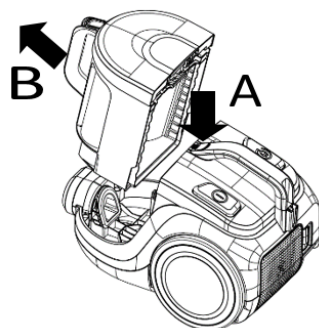

Fig. 7
1. Halten Sie, wie in **Abb. 7 dargestellt**, den Staubbehälter und den Griff fest und drücken Sie die Entriegelungstaste (**A**).
2. Nehmen Sie, wie in **Abb. 7 dargestellt**, den Staubbehälter aus der Maschine (**B**).